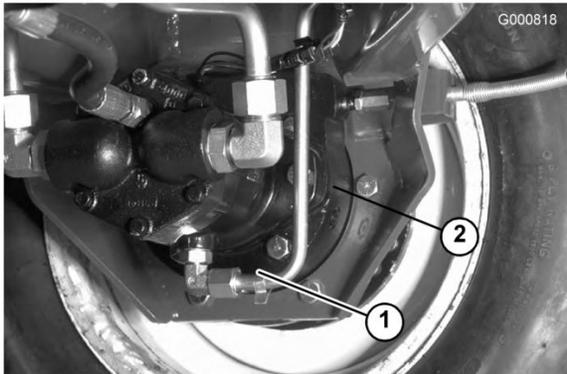

Bild 68
3. Entfernen Sie beide Schrauben von der Unterseite des Kurbelgehäuses und lassen Sie das Öl (Bild 68) ab.